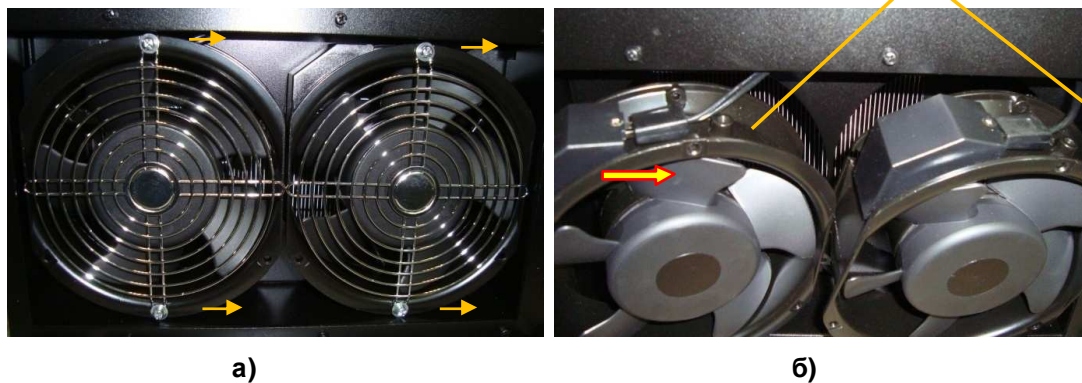

Рис. 6.9
7.2.1 Выкрутить 4 винта крепления вентиляторов охлаждения радиатора (рис. 6.9а, желтые стрелки) и положить их в тару.
6.8.3. Достать из корпуса вентиляторы, отключить шнуры питания (рис. 6.9б) и положить вентиляторы в тару.